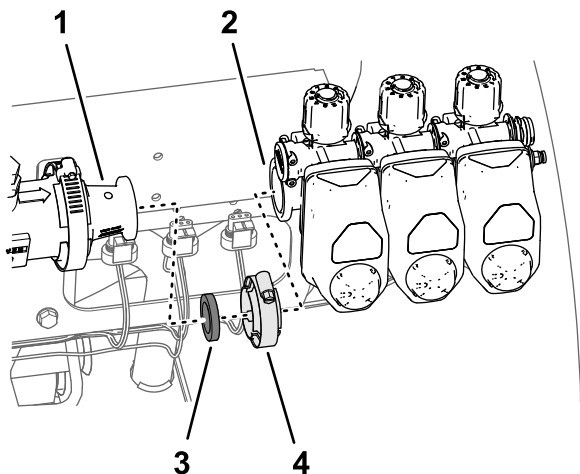

Figure 67
4. Déposez les 3 vannes de section de la machine (Figure 67).